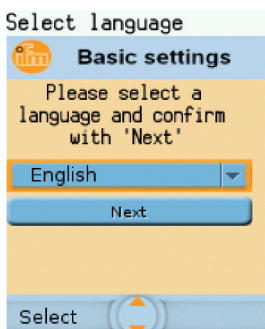

Abb. 85: Startbildschirm "Basic settings"
- Gerät startet und Display zeigt den Startbildschirm "Basic settings", siehe Abb. 85.
- GUI-Texte erscheinen in gewählter Sprache, siehe Abb. 85